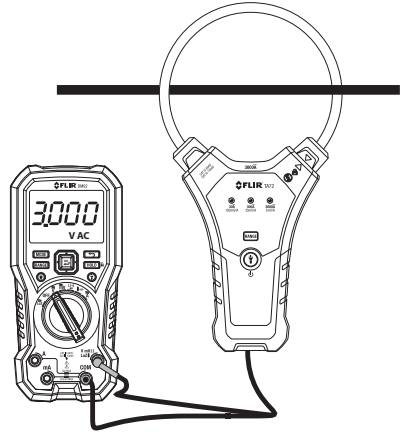

图 5-1 连接到 DMM
2. 用随附的香蕉插头将钳头适配器与 DMM 的输入插孔相连接（图 5-1）。